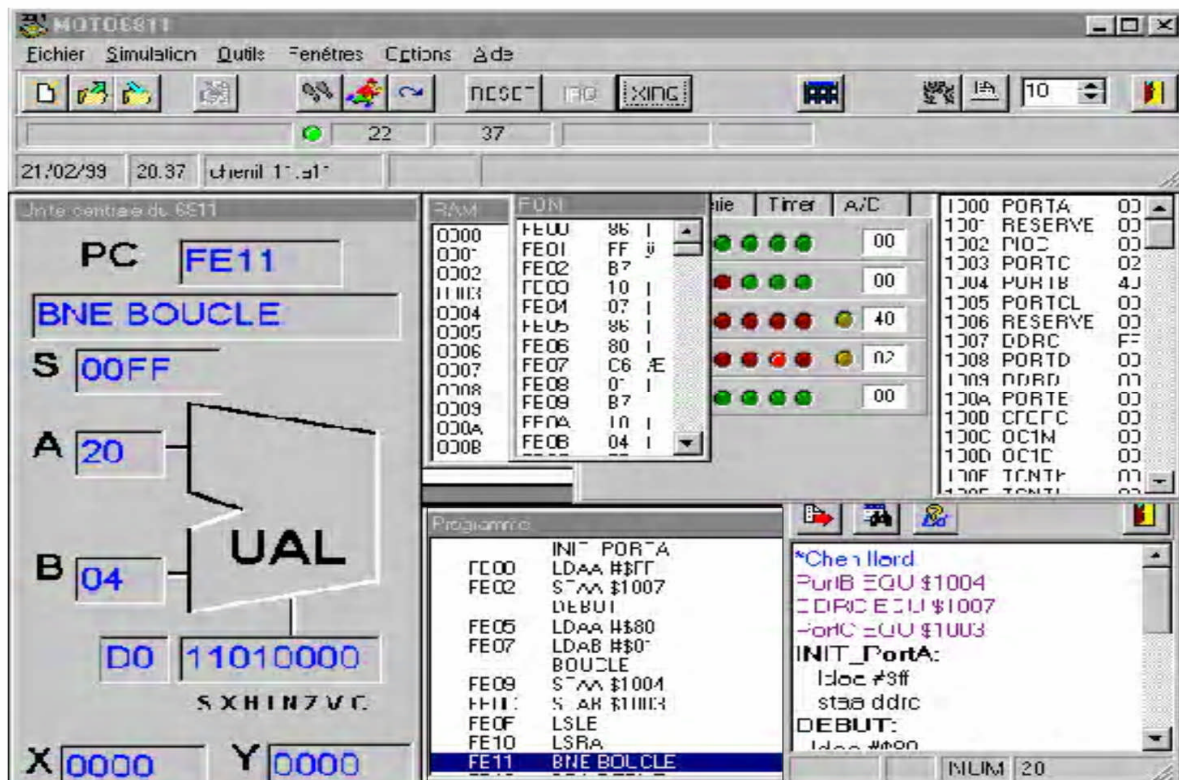

Fig.II.9: simulateur MOTO6811
Pour l'édition du programme, on a utilisé le simulateur MOTO6811 (Fig.II.9) Qui permet de simuler le fonctionnement du microcontrôleur 68HC11F1 de Motorola (TM) et donc de plusieurs autres microprocesseurs de la même famille. Il permet aussi de mettre aux points des programmes simples faisant appel aux ressources de ce microcontrôleur.